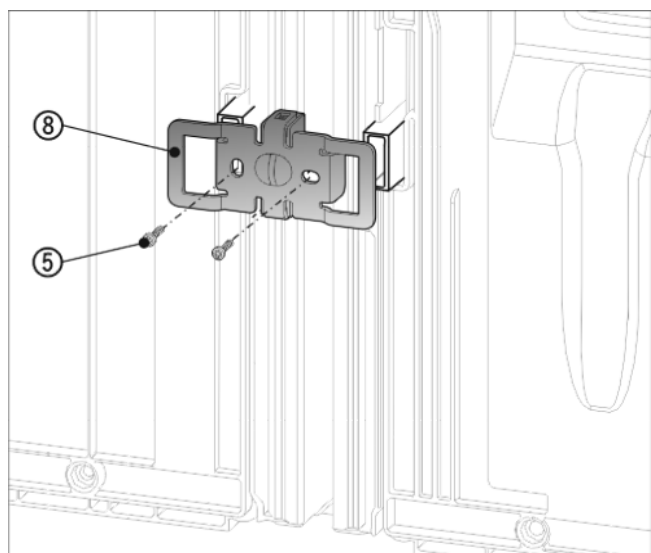

Fig. 12
- Повторно надвинуть угол Fig. 12 (8) выемками через гнездо для пристенных распорок.
- Прикрутите 2 винтами Fig. 12 (5).